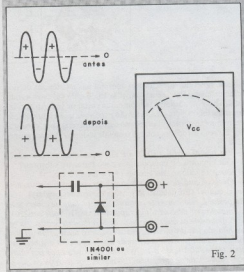

Fig. 2
Para confirmar a presença de sinais alternados (CA) é possível utilizar um voltímetro CC adaptado a um circuito gravado, que na sua forma mais simples é constituído por um capacitor e um diodo. (Fig. 2).